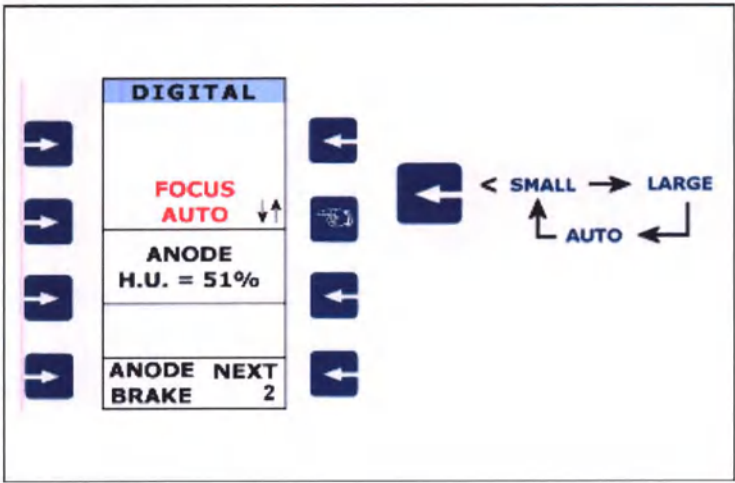

Рисунок 1.38 - Выбор фокусного пятна
- нажимайте клавишу «**NEXT**» на графическом экране до тех пор, пока меню выбора фокусного пятна не отобразится на дисплее (Рисунок 1.38);